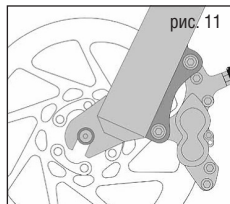
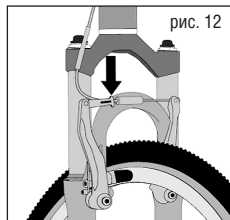

рис. 11
рис. 12
3. Некоторые типы велосипедных тормозов, такие как дисковые (рис. 11) или прямой тяги (рис. 12), исключительно мощны. Будьте особенно внимательны, привыкая к их работе, и осторожны в их эксплуатации.
Большинство тормозов, сжимающих обод колеса, имеют специальный разъем, позволяющий развести тормозные колодки в стороны для снятия и постановки колеса. Когда разъем разомкнут, тормоза не могут функционировать. Попросите продавца показать вам, как функционирует разъем тормозных механизмов на вашем велосипеде (рисунок 12, 13, 14 и 15), перед выездом всегда проверяйте работоспособность обоих тормозов.